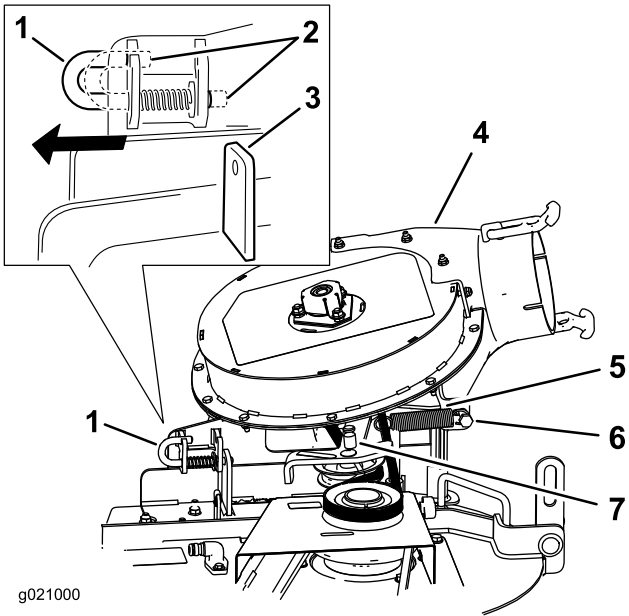

Figure 16
3. Déplacez la goupille de verrouillage de la position verrouillée à la position ouverte (Figure 16).
5. Placez la goupille de verrouillage en position verrouillée (Figure 16).
Remarque: Assurez-vous que la goupille de verrouillage traverse le trou du support de ventilateur (Figure 16).
5. Accrochez le ressort à l'ergot de la poulie de tension (Figure 16).
6. Accrochez le ressort au boulon à épaulement (Figure 16).